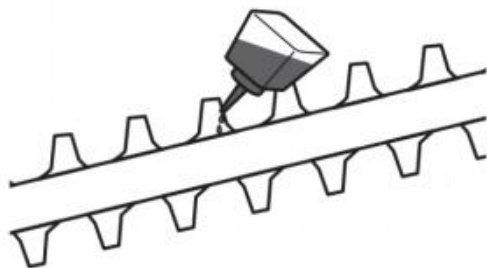

Fig. 76
2. Smaruj ostrze tnące (D3) po każdym użyciu, aby przedłużyć żywotność ostrza i produktu. Nałóż lekki olej maszynowy wzdłuż krawędzi ostrza tnącego (rys. 76).